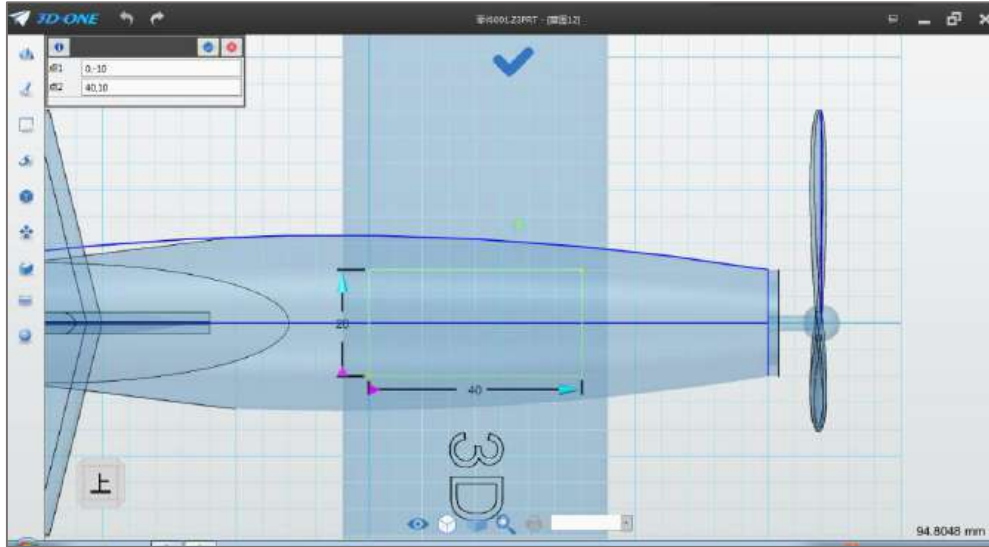

图 5-1
Step 1 选择矩形命令 ，绘制平面选择网格平面，根据网格属性绘制长为 40 宽为 20 的矩形(或者输入点 1(0, -10), 点 2(40, 10))，如下图 5-1 所示：